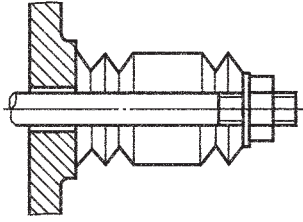

图 3
3.4 四束以上的碟形弹簧,中间部分省略后用细实线画出轮廓范围(图 3)。